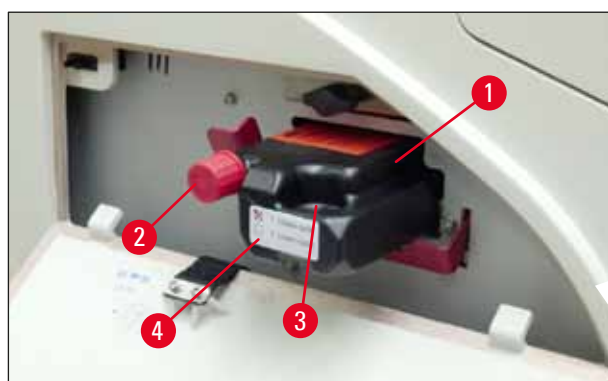

Рис. 57
3. Снимите защитную пленку и вставьте картридж с чернилами примерно до половины в гнездо (→ "Рис. 57").